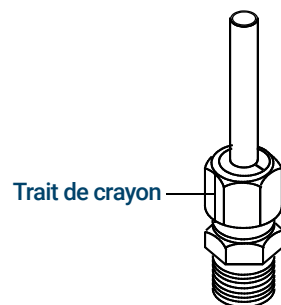

Figure 26. Marquer le raccord
- 7 Faites une marque au crayon sur l'écrou. Voir la section **Figure 26**.